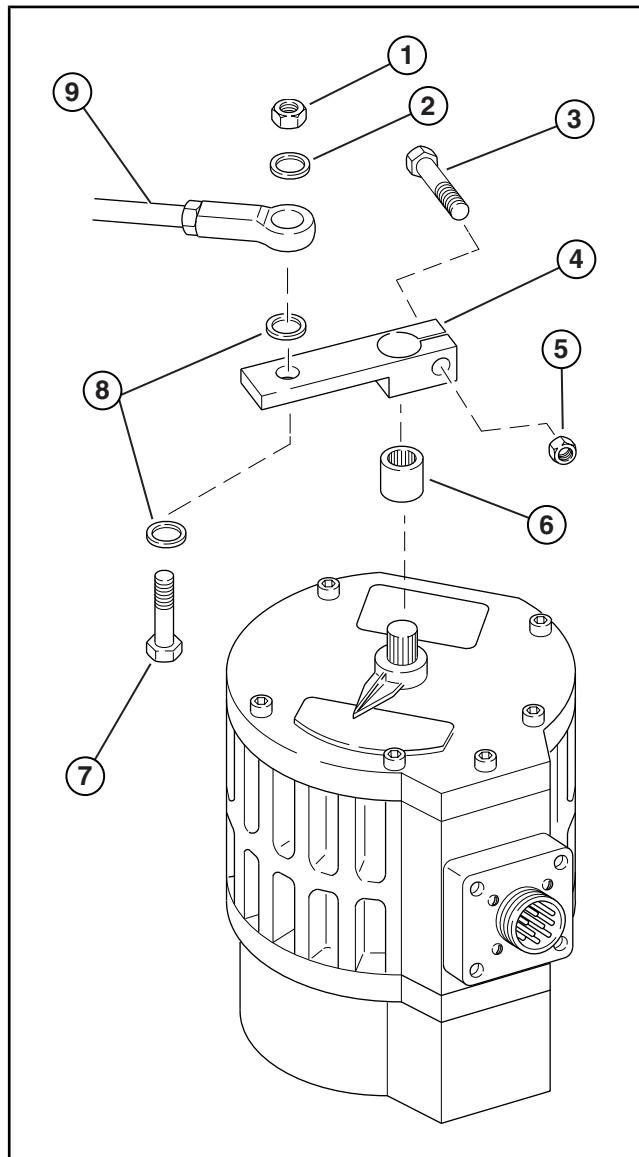
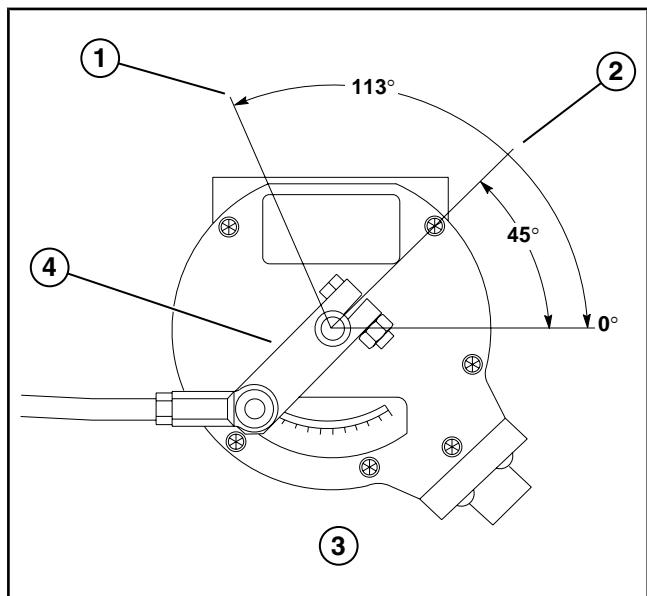

Рисунок 2.60-1: Рычажный механизм регулятора оборотов
Рисунок 2.60-2: Углы установки концевого вала регулятора скорости
1. Установите рычаг регулятора скорости (см. Рисунок 2.60-1) на концевой вал регулятора скорости под показанным углом, см (см. Рисунок 2.60-2). Концевой вал должен находиться в положении NO FUEL («Нет топлива»). Закрепите его винтом с головкой и гайкой.
6. Проверьте углы дроссельной заслонки и хода регулятора, см. *Рисунок 2.60-2* или *Рисунок 2.60-3*.